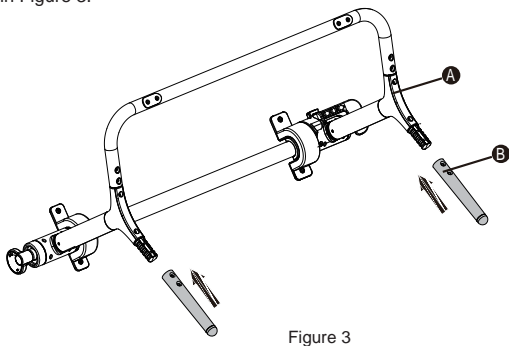

Figure 3
Step 4: Connect the elevation and rotation assembly A to the rear foot pipe B, as shown in Figure 3.
Шаг 4: Соедините передние нижние трубы (В) с основной рамой (А). См. рис. 3.